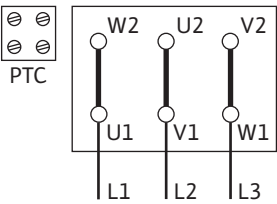
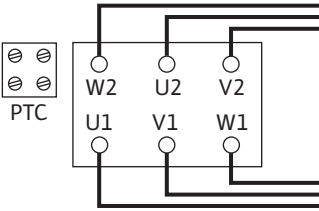

Fig. 5: 星三角启动
Fig. 6: 三角形电路
- 电源连接取决于电机功率 P2、供电电压和启动方式。接线盒中连接桥所需的电路见下表以及 Fig. 5 和 Fig. 6。
星三角启动（标准）	取下连接桥 (Fig. 5)。
通过软启动器启动	三角形电路 (Fig. 6)